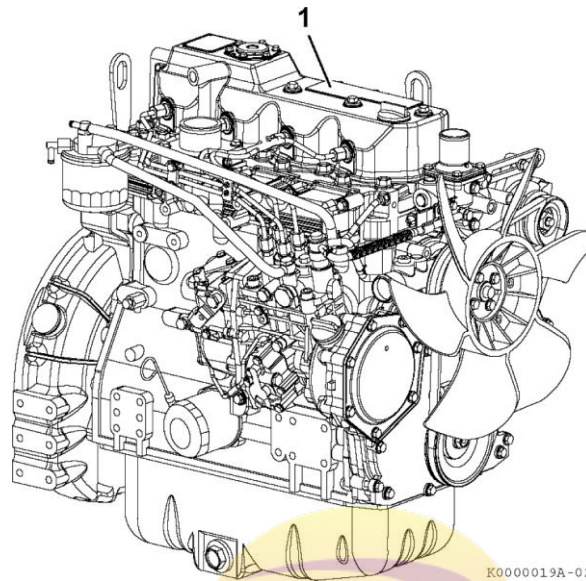

Рисунок 11
Заводская табличка двигателя (рисунок 12) расположена на верхней стороне двигателя (рисунок 11 (1)).